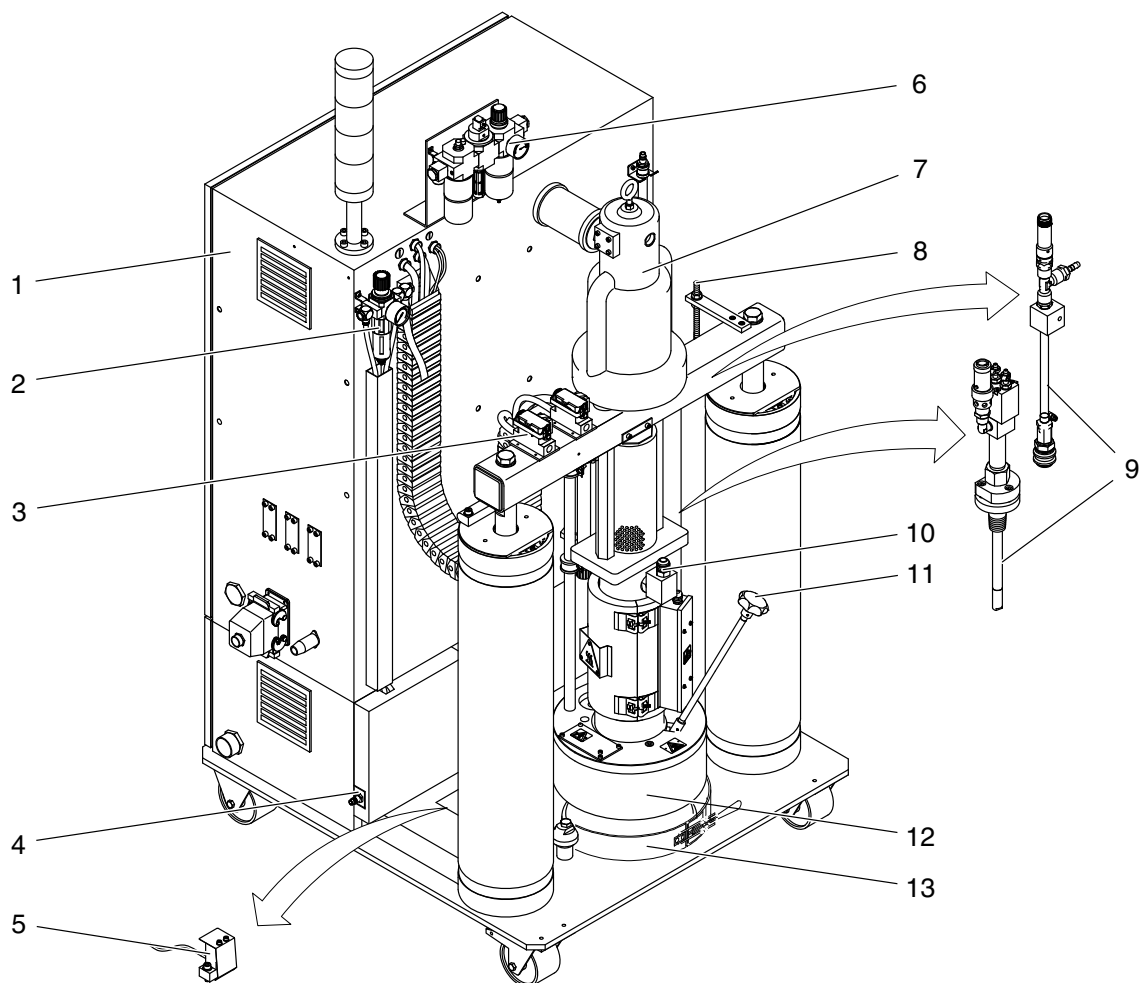

Fig. 2-2
INDICAÇÃO: Para a mangueira, que vai ser ligada à bomba da instalação de fusão para tambores, está prevista uma tomada de ligação da mangueira situada na travessa (item 3, fig. 2-2).